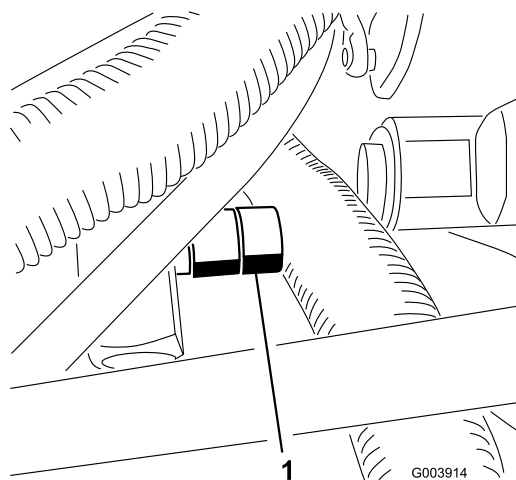

Bild 75
1. Ermitteln Sie das Ventil am Mengenteiler (unter dem Fußbrett) (Bild 75).